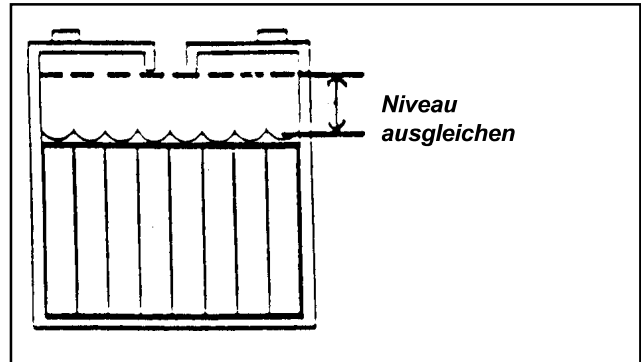

Abb. 10
1. Halten Sie den Elektrolyten auf dem korrekten Stand. Der korrekte Stand ist zwischen ¼ Zoll unter der Unterseite des Rohres in jeder Zelle und oberhalb der Abdeckung der Platten. Überprüfen Sie den Stand des Elektrolyten jedesmal, wenn Sie die Batterien aufladen. Siehe Abb. 10.